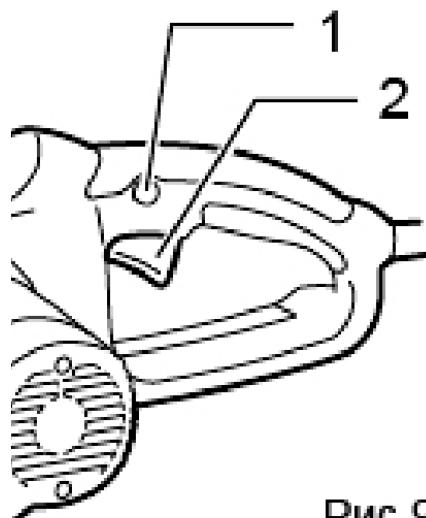

Рис.9
- Затем одновременно нажмите стопорную кнопку (1, Рис. 9) и клавишиный выключатель (2, Рис. 9) на ручке цепной пилы, после чего цепь придет в движение и можно приступать к работе.